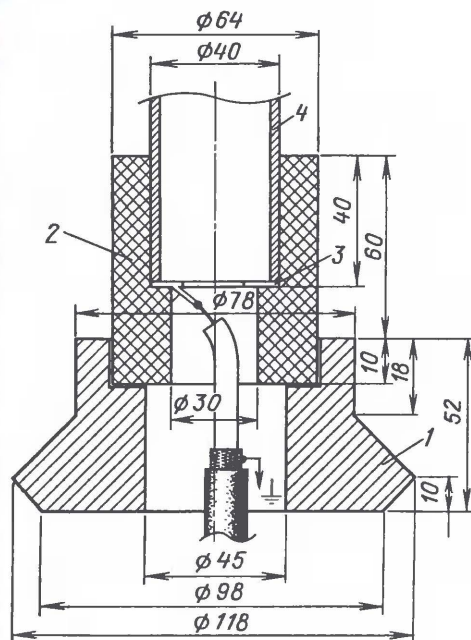

Рис. 3
Основание GP и ее нижняя труба диаметром 40 мм взяты от антенны промышленной радиостанции "Гранит". Но так как найти в настоящее время подобные вещи проблематично, на рис. 3 приведен чертеж этого узла. Основание (1) — дюралюминий Д16Т, изолятор (2) лучше изготовить из стеклотекстолита или капролактама (у автора изолятор был изготовлен из самодельного текстолита. Ткань, пропитанная эпоксидной смолой, была плотно намотана на деревянный стержень и после обработки, для защиты от влаги, покрашена автомобильной краской, но не "металлик").
блюде, перевернутое вверх дном, с прорезанным отверстием по диаметру трубы, и щели загерметизировать силиконовым герметиком. Оплетка кабеля должна иметь надежный электрический контакт с алюминиевым основанием. Ее припаивают к контактной лепестку, который подкладывают под один из четырех болтов, крепящих основание антенны к крыше. Болты (М10 или М12) вворачиваются в нижнюю плоскость основания, для чего в нем сделаны четыре резьбовых отверстия под углом  $90^\circ$  относительно друг друга по радиусу 30 мм (на рис. 3 не показаны). Выводы кабеля также следует загерметизировать. Алюминиевое основание КВ антенны соединено с крышей дома тремя биметаллическими (меденными) проводами диаметром 4 мм, за ребра стыков крыши, стальными струбцинами.